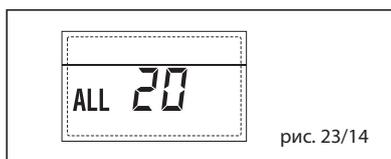

рис. 23/14
– **НЕПОЛАДКА ПОЛОМКИ ДАТЧИКА ПОДАЧИ ПЕРВОЙ СМЕШАННОЙ ЗОНЫ “ТРЕВ 21” (рис. 23/15)**